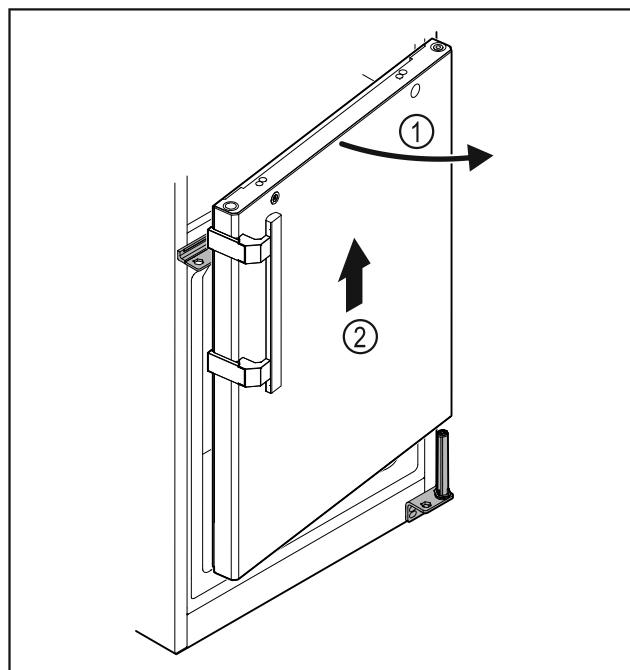

Fig. 35
- ▶ Ouvrir légèrement la porte, la soulever Fig. 35 (1) droite d'environ 200 mm (7.87 in) et la retirer Fig. 35 (2).